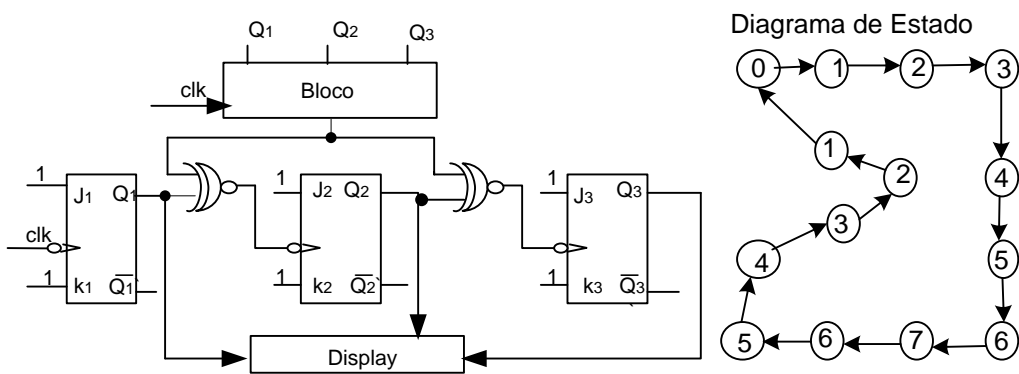

Figura 6 – Circuito pseudo-síncrono e o seu diagrama de estados.
**6Q:** Projete o bloco do **circuito pseudo-síncrono** mostrado na figura 6, para que este funcione segundo o seu diagrama de estados. Obs: Ignore possíveis *glitches* nas saídas.